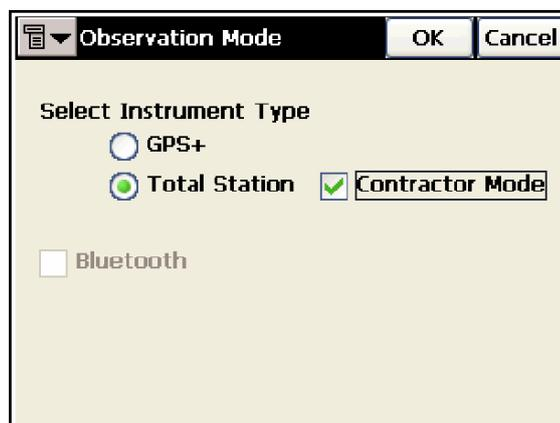

Рисунок 3-58. Выберите ограниченный режим
13. Выберите дополнительные параметры в окне **Miscellaneous** (рис. 3-58).
1. Выберите **Job>Mode (Проект>Режим)** и, выбрав тип инструмента «Тахеометр», поставьте флажок напротив надписи «Ограниченный режим», после чего нажмите **ОК** (рис. 3-58).